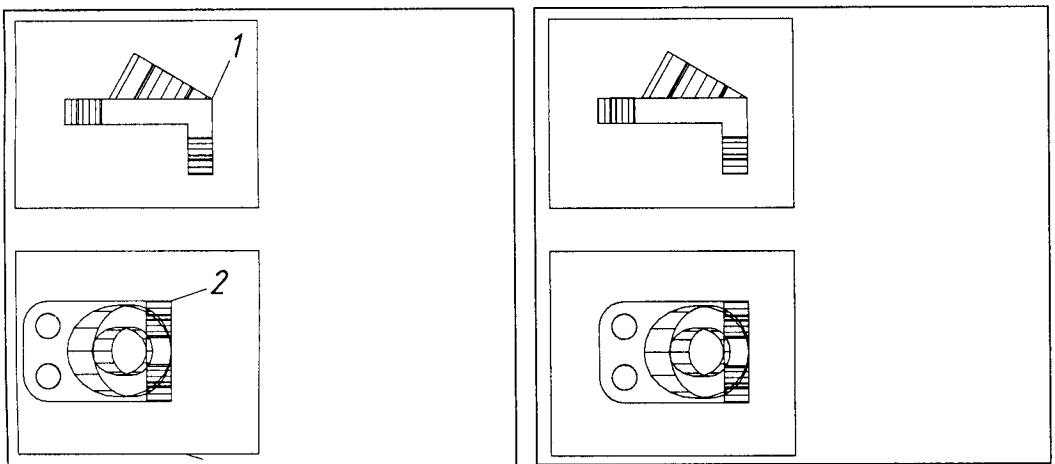

Рис. 17.12
*Вертикальне* (Vertical) – вказана точка на одному екрані вигляду вирівнюється по вертикалі з базовою точкою на іншому (рис. 17.12).